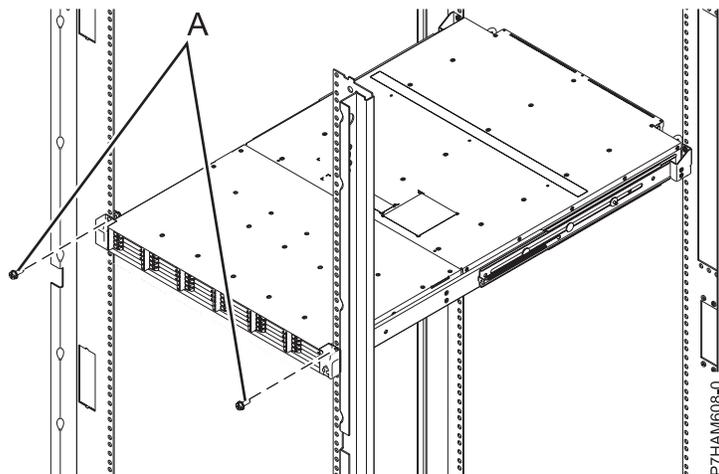

Figura 15. Fijación de la parte frontal del alojamiento al bastidor
- e. Fije el frontal del alojamiento a los rebordes del bastidor colocando los tornillos de fijación (A) a través de los orificios abiertos superiores de cada abrazadera en los orificios EIA superiores, como se muestra en la Figura 15.